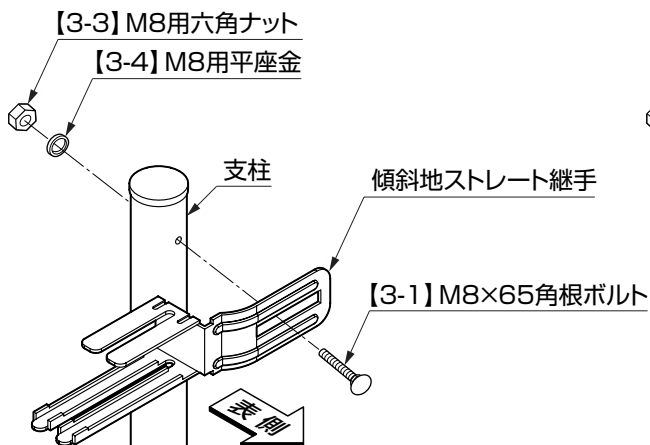
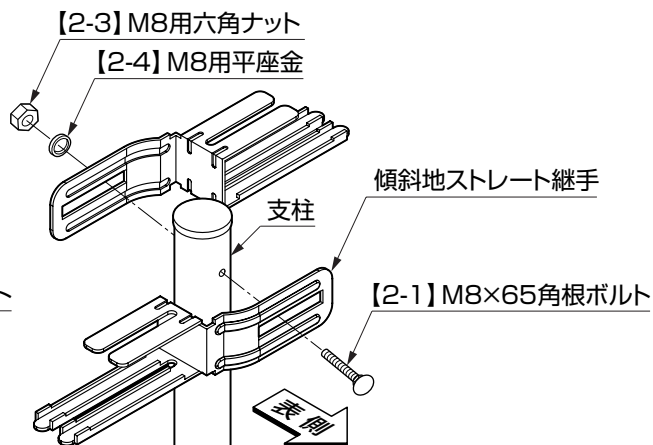

図2-1 端部
図2-2 中間部
- ①支柱の上部に傾斜地ストレート継手を端部は【3-1】【3-3】【3-4】、中間部は【2-1】【2-3】【2-4】で固定してください。（図2-1、図2-2参照）